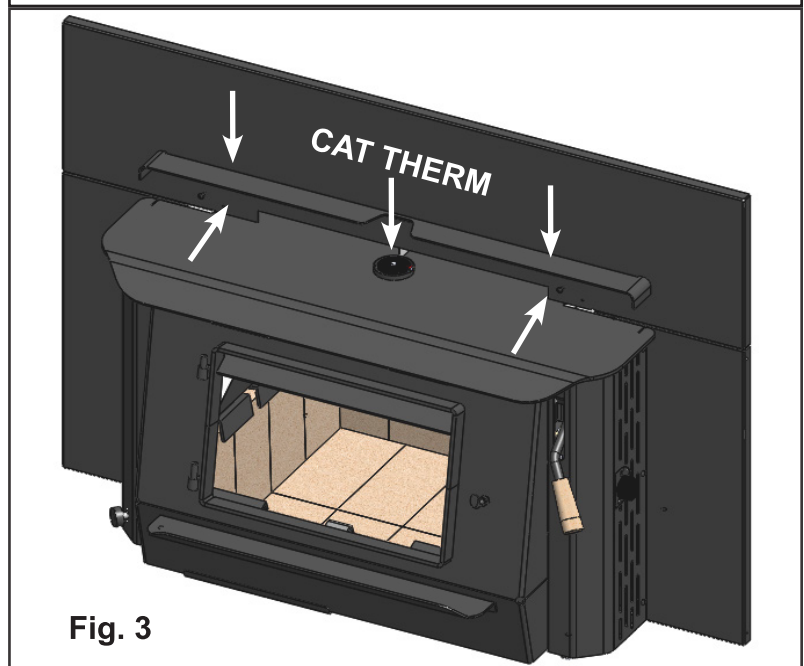

Fig. 3
8. Installez la plate-forme de convection en la centrant sur le dessus de l'appareil, puis en la fixant avec des vis x2 au panneau de protection supérieur. (Fig. 3) **Remarque: un long foret d'entraînement sera nécessaire pour atteindre le pont de convection pour le fixer.**